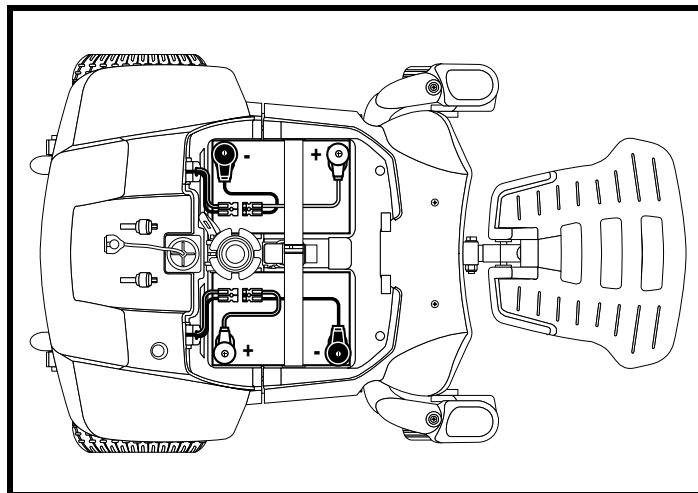

Figure 18. Disposition des batteries
5. Placez les nouvelles batteries dans le puis à batteries en positionnant les bornes vers l'extérieur tel qu'illustré dans **la figure 18**.